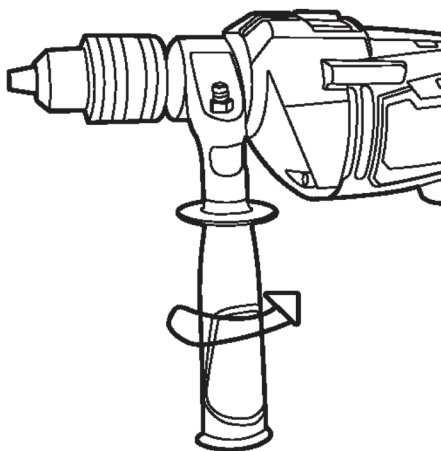

Рисунок 2. Схема встановлення та налаштування допоміжного руків'я.
5.1.2 Встановлення допоміжного руків'я (рис. 2).